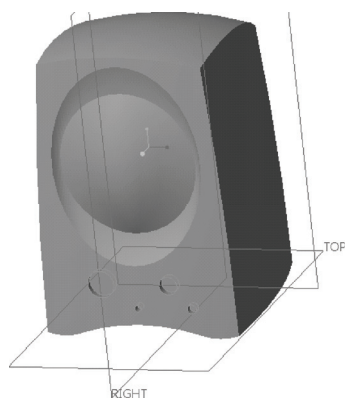

图 12-115 拉伸切除的效果
8) 在“拉伸”选项卡中单击 (完成) 按钮。得到的拉伸切除的效果如图 12-115 所示。